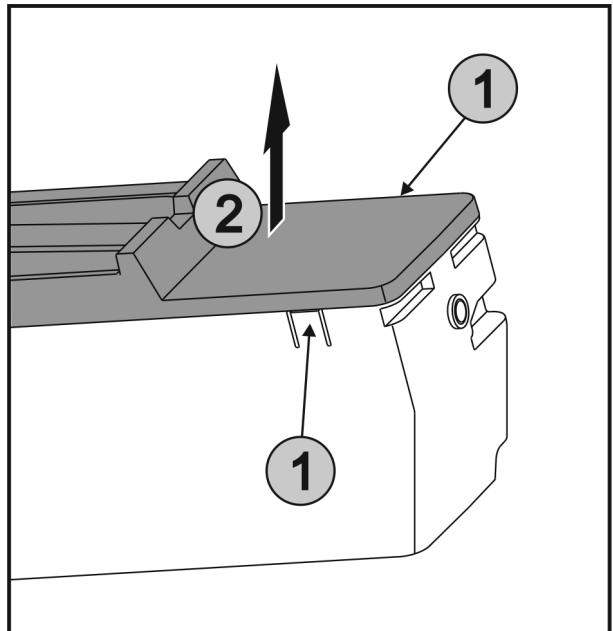

Fig. 39
- ▶ Presionar simultáneamente las lengüetas Fig. 39 (1) a ambos lados del EasyTwist-Ice y extraer la cubierta Fig. 39 (2) hacia arriba.